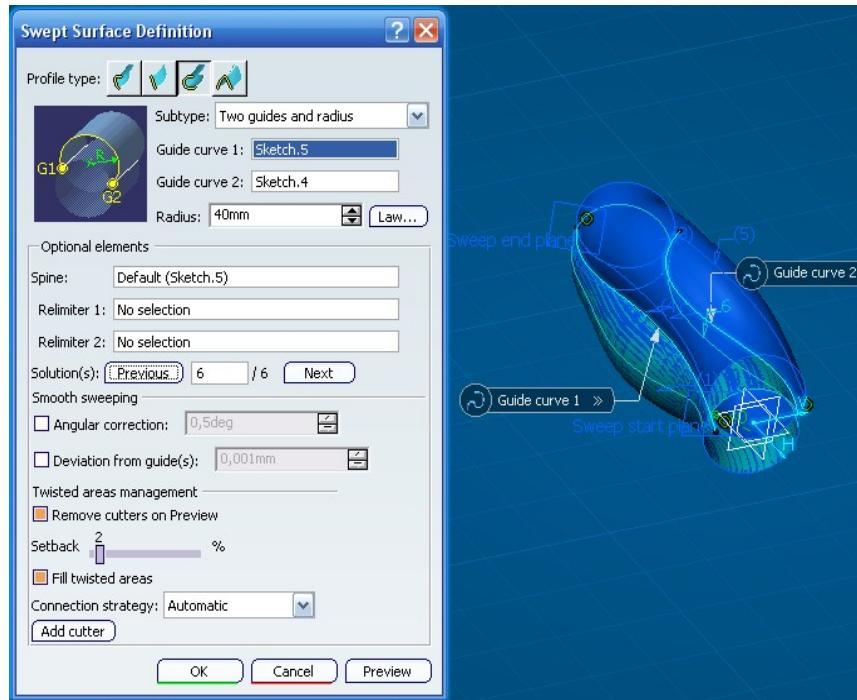
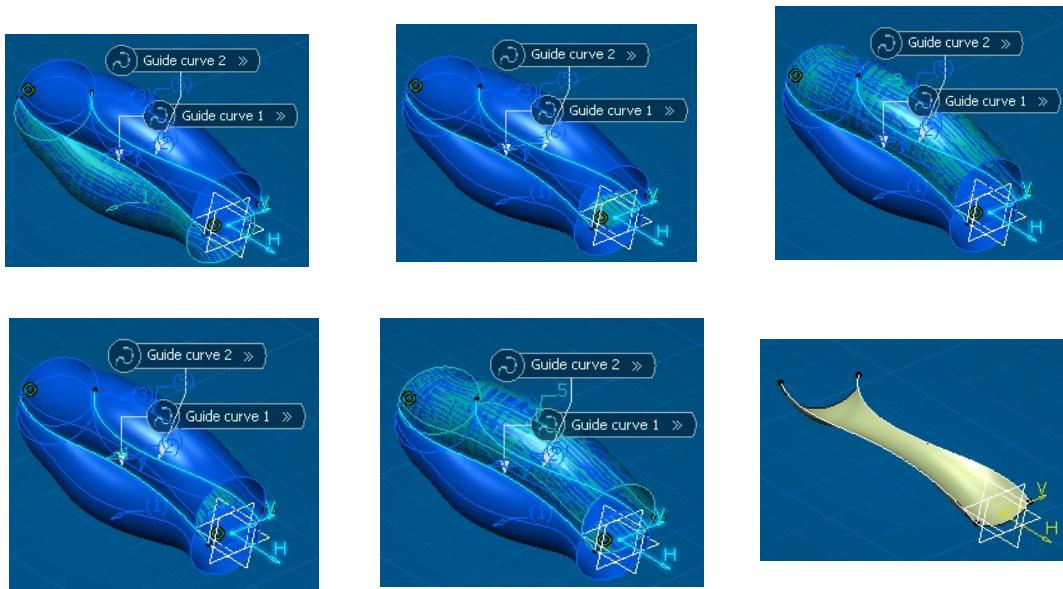

Ilustración 413: Definición y ejemplo de Two guides and radius.
Ilustración 414: Distintas soluciones. La solución final es la segunda solución de esta Ilustración.
**2.- Two guides and radius:** se crea el barrido por dos curvas guías y un radio. En esta ocasión, los círculos o arcos que generarán la superficie, estarán definidos por los dos puntos de intersección de las dos curvas guías con los planos perpendiculares a la curva espina y el valor del radio. Se verá en el siguiente ejemplo (Ilustración 413) cómo se pueden obtener varias soluciones y cómo elegir entre ellas.
Las soluciones se muestran en azul claro, como se ve en la Ilustración 413. Para elegir entre soluciones se pueden elegir directamente entre ellas picando en el dibujo sobre los números entre paréntesis o pulsando los botones *Previous/Next*. En la Ilustración 414 se muestran las distintas soluciones y la elegida como final. La primera de las soluciones es la que se muestra en la Ilustración 413.